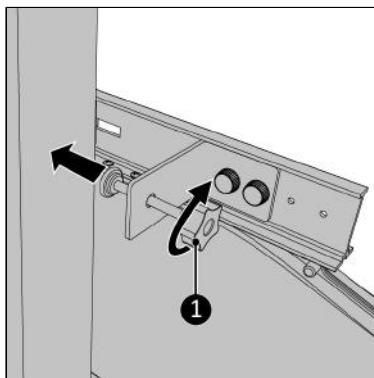

Figure 196.
16. Serrez soigneusement la vis de fixation sur le cadre de la fenêtre (Figure 196, pos. 1).